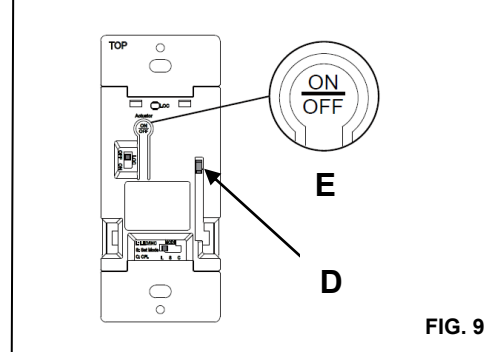

FIG. 9
- Move slide bar "D" to the highest position and press the "ON/OFF" actuator "E". lights should turn ON to the brightest level (FIG 9).
• Déplacer le curseur "D" à sa position la plus élevée et appuyer sur l'actionneur "ON/OFF" "E". Les lumières doivent s'allumer au niveau le plus élevé (FIG. 9).
- Mover la barra deslizante "D" a la posición más alta y presione el actuador "ON / OFF" "E". las luces deben ENCENDERSE al nivel más brillante (FIG 9).